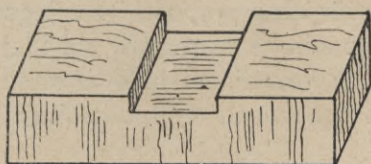

Fig. 112.
1. Gdzie drzewo łączy się na krzyż, używa się najczęściej wciosu krzyżowego. Fig. 112. przedstawia jeden tak zacięty kawałek. Do wiązania tego wykonuje się dwa takie kawałki, tak, aby wcięcia ich wzajemnie na siebie zachodziły.